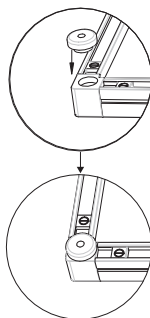

Fig. 1
8.2 Les quatre inclus coussinets peuvent être montés sur les coins de la responsable de panneaux solaires pour aider à accroître la dissipation de la chaleur (voir figure 1).